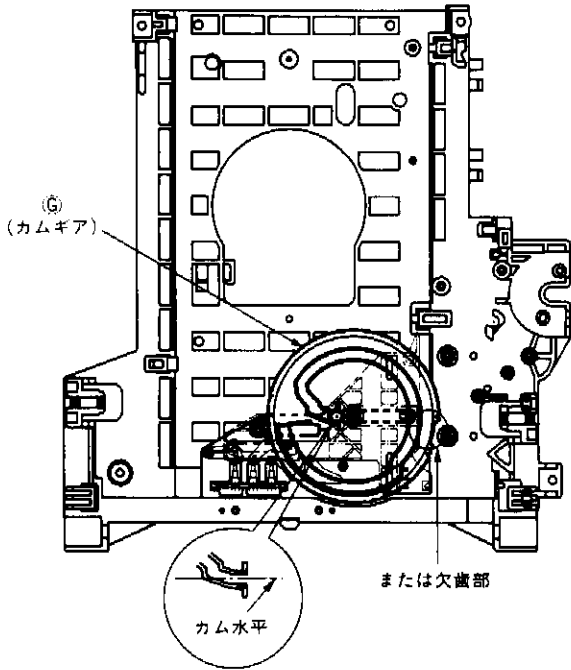

図1-10
- カムギア⑥を図1-10の位置となるように反時計方向にほんの少し回す。